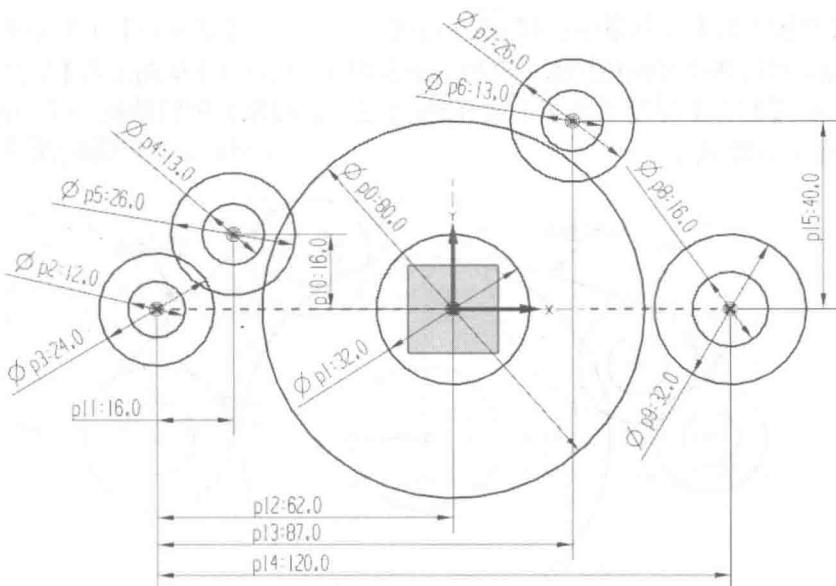

图 1-2-14 添加尺寸约束
(7) 添加尺寸约束。在【草图工具】工具条中选择 自动判断尺寸 按钮，按照图 1-2-14 所示的尺寸进行标注， $\phi p2=20$, $\phi p3=24$, $\phi p4=13$, $\phi p5=26$, $\phi p6=13$, $\phi p7=26$, $\phi p8=16$, $\phi p9=32$, $p10=16$, $p11=16$, $p12=62$, $p13=87$, $p14=120$, $p15=40$ ，此时草图曲线全部转换成绿色，表示已经完全约束。